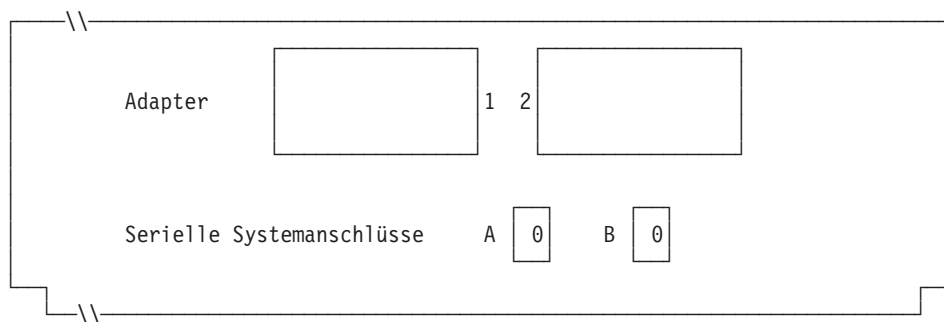

Abbildung 84. Rechte Seite der Rückseite einer Datenkasse IBM 4693-3x1
6. Wird ein asynchroner Anschluss durch die Kassenanwendungen benutzt, in Abb. 84 die Anschlussnummer eintragen. Eine Null (0) eintragen, wenn die Datenkasse einen Anschluss nicht benutzt. Gültige Anschlussnummern sind 1, 2, 3 und 4.